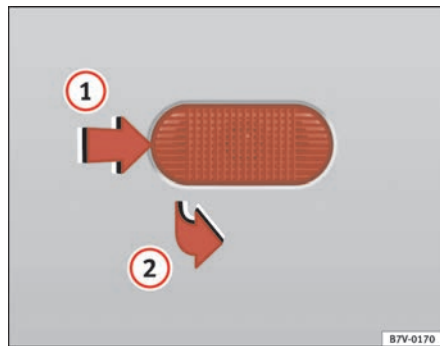

Abb. 163 Seitlicher Blinker
- Blinker nach vorne schieben ① ⇒ Abb. 163 und abnehmen ②.